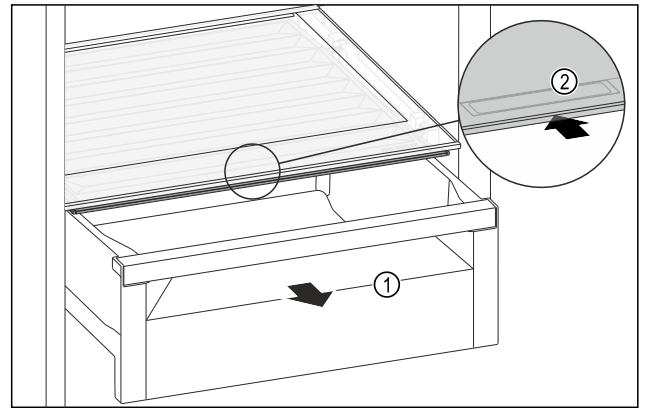

Fig. 201
- ▶ Schubfach Fig. 201 (1) herausziehen.
- ▶ Griffmulde Fig. 201 (2) am Fachdeckel anfassen und Fachdeckel gleichzeitig nach hinten schieben.